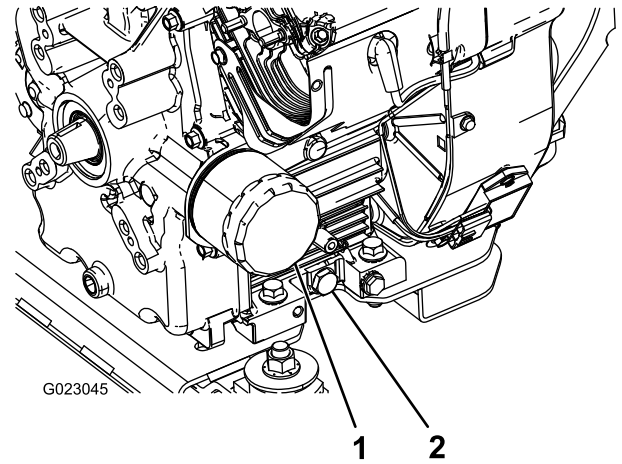

图43
5. 拆下排油塞（图43）。
2. 拆下机油滤芯（图43）。
5. 将新机油滤芯装在机油滤芯安装座上。顺时针转动机油滤芯，直至橡胶垫片接触到机油滤芯安装座，然后将机油滤芯再旋入 1/2 圈（图43）。